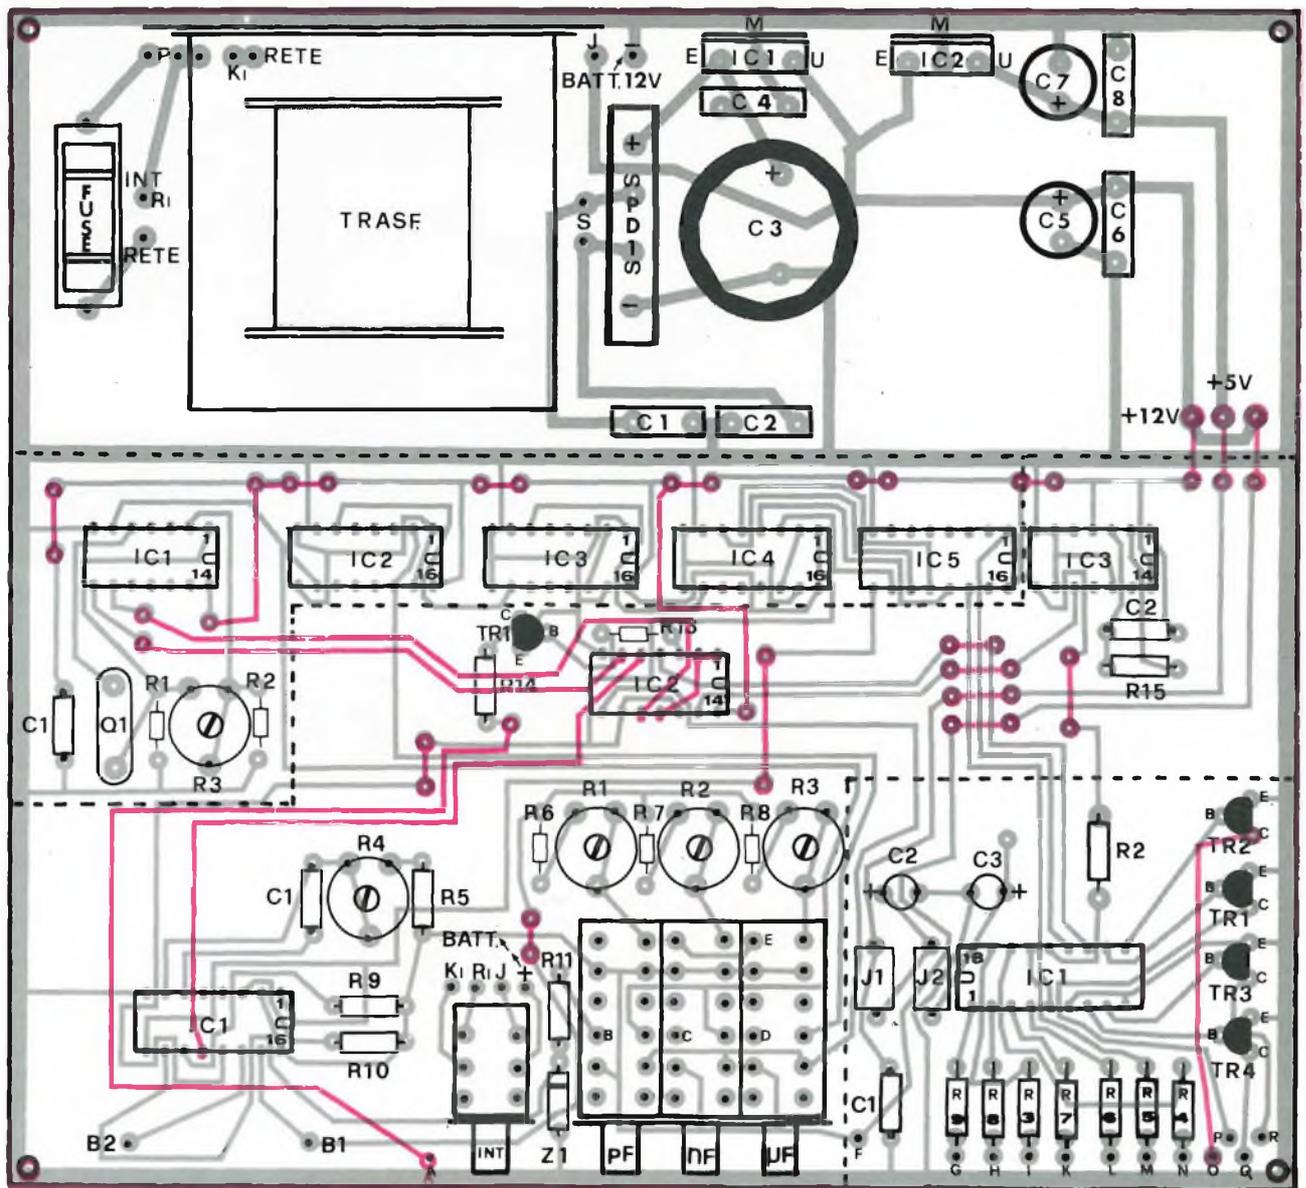
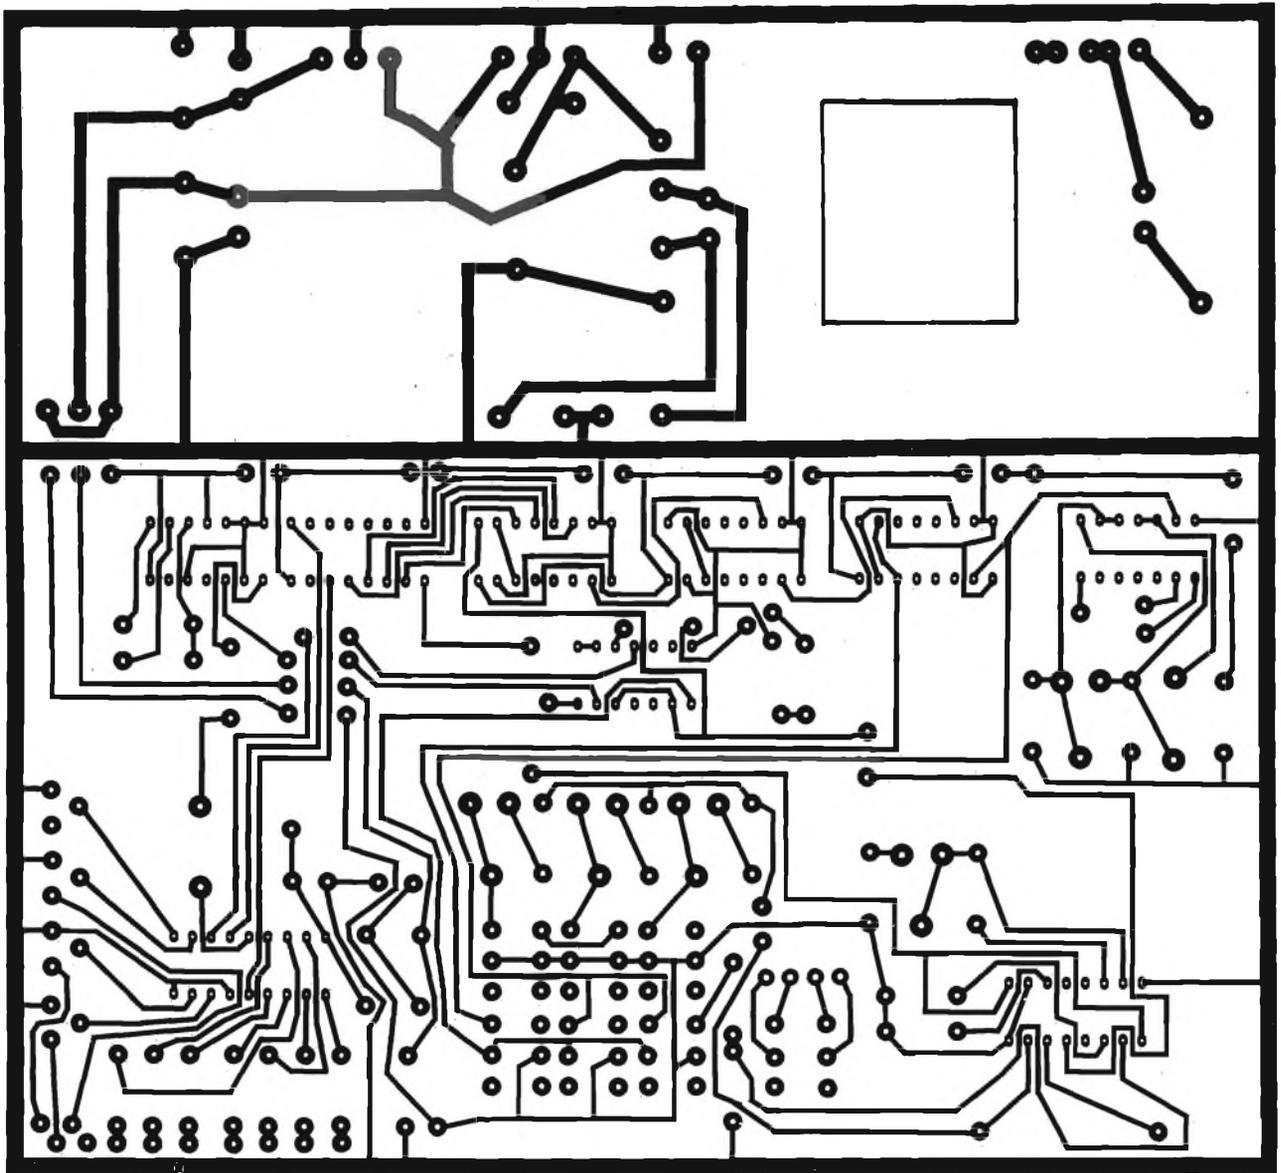

Fig. 1 - Serigrafie dei componenti, sul C.S., delle figure 2 e 3.
Fig. 2 - Circuito stampato, in scala 1:1, visto dal lato rame.
**P**er il montaggio dell'intero "Capacimetro Numerico" fate riferimento in fig. 1, al disegno serigrafico visto dal lato componenti. In fig. 2 e 3, appare il circuito stampato in scala 1:1 visto rispettivamente dal lato rame e visto dal lato componenti. Procuratevi una punta per trapano da 0,8 mm, e procedete alla foratura del circuito stampato, facendo molta attenzione ai fori che corrispondono alla pista superiore, per evitare il danneggiamento. Poi, con una punta da 3mm procedete alla foratura dei quattro angoli, che servono per il fissaggio dell'intero apparecchio. Dopo aver misurato il nucleo del trasformatore di alimentazione (TRASF), accingetevi a praticare, con l'aiuto di un traforo, una finestrella di uguali dimensioni. Iniziate col montare tutti i componenti
relativi al circuito di alimentazione (vedi fig. 1, dello schema elettrico pubblicato nella 1a parte). Cominciate col montare il porta-fusibile (FUSE), nel quale andrà alloggiato il fusibile da 200 mA, poi montate il ponte di diodi PD1, facendo attenzione alla polarità; proseguite con il montaggio dei condensatori C1, C2, C6, C8 e degli elettrolitici C3, C5, C7, facendo attenzione, anche in questo caso, alla loro polarità infine saldate i due circuiti integrati IC1 e IC2 rispettivamente MC7812 e MC7805, rispettando l'entrata e l'uscita degli stessi. Nella finestrella precedentemente ricavata sul circuito stampato (fig. 2), andrà alloggiato il trasformatore di alimentazione, per il quale sarà necessario collegare il secondario sui ponti "S" e il primario, un capo sul punto P e l'altro sul punto R1 dell'interruttore. Mentre il cordone di alimentazione, andrà collegato, un capo all'uscita del fusibile (Rete) e l'altro capo al punto K1 rete e al punto K1 dell'interruttore. Per l'alimentazione a batteria (12 V), collegate la presa esterna sui punti (-) batt.
Ld2, Ld3, Ld4, ed infine le resistenze R1 ed R12 e il diodo D1, nonché le boccole B1 e B2. Finito il montaggio del pannello anteriore, si renderà necessario interfacciarlo con la piastra base. Per fare questo, fate riferimento, alle fig. 1 e 4, dei relativi disegni serigrafici. Collegate quindi, con dei pezzetti di filo rigido, da 0,7 mm. i punti B2, B1, A, F, G, H, I, K, L, M, N, O, P, Q, R, con i corrispondenti punti. Una volta interfacciate le due piastre, prendete quattro pezzetti di filo isolato della lunghezza di 5 cm. circa e saldategli sul lato superiore della tastiera, sui punti B, C, D, E, quindi collegateli con i corrispondenti punti del pannello anteriore. Giunti a questo punto, provvedete a inserire, negli appositi zoccoli,